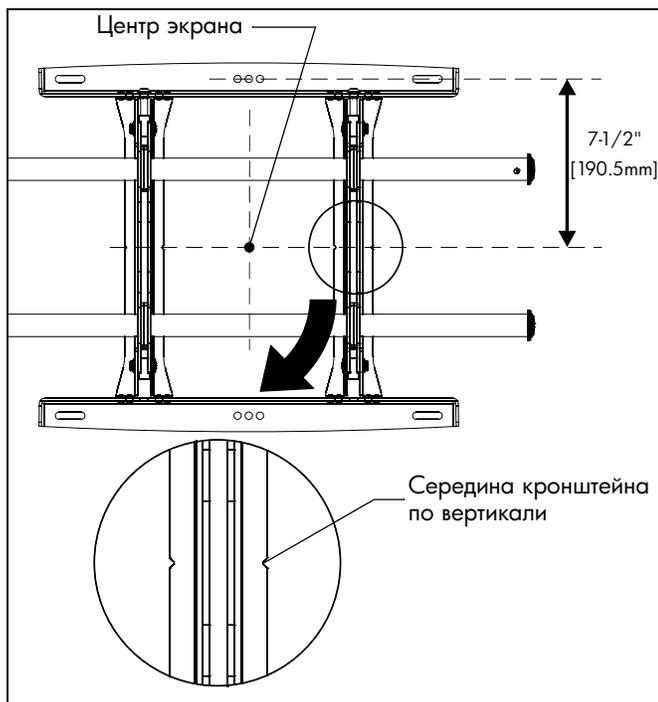

рис. 1
3. Совместите прорези на креплениях с отметкой середины экрана, чтобы определить середину по вертикали. (См. рис. 1)
2. Совместите прорезы на креплении с отметкой середины экрана, чтобы определить середину по вертикали. (См. рис. 1)
3. Отмерьте 190,5mm (7-1/2") вверх от средней линии и отметьте место верхнего монтажного отверстия. (См. рис. 1)